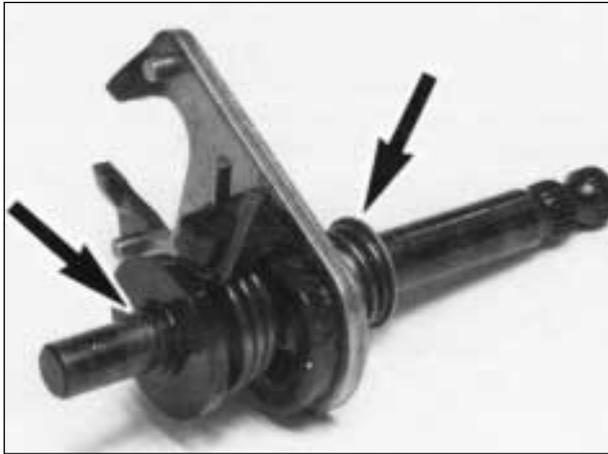

Fig. 33
- 5) VERIFICARE la distanza dei rasamenti dell'albero selettore sia sul carter che sul pezzo e compensare la differenza con rondelle di spessoramento montandole come indicato (Fig. 33). Il gioco assiale deve essere inferiore a 0,1 mm.
- 5) VERIFY the distance of the shim washers of the shift shaft both on the crankcase and on the part, if necessary compensate the difference using space washers as shown in the figure (Fig. 33). The end float must be less than 0.1 mm.